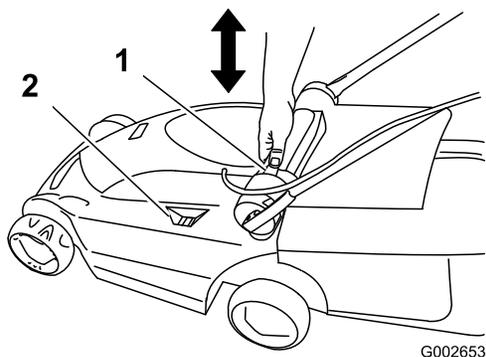

Figure 19
2. Appuyez sur le bouton de réglage de la hauteur de coupe avec le pouce et poussez ou tirez la poignée de hauteur de coupe à la position de réglage voulue, indiquée par l'indicateur (Figure 19).